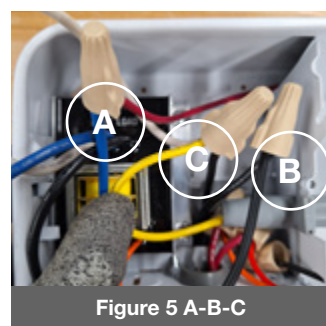

Figure 5 A-B-C
- 6** Raccorder le fil bleu du relais au fil situé à l'extrémité du passe-fil (au haut de l'appareil) à l'aide d'un capuchon de connexion fournis (**Figure 5-A**).
- 7** Raccorder le fil noir (côté puissance) du relais avec un fil provenant de l'alimentation (L1) à l'aide d'un capuchon de connexion fournis (**Figure 5-B**).
- 8** Raccorder le fil blanc (côté puissance) du relais avec le fil de l'élément et un fil de ligne de l'alimentation (L2/N) à l'aide d'un capuchon de connexion fournis (**Figure 5-C**).